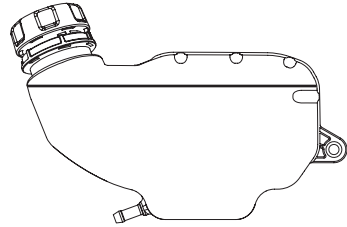

Рис. 9. Максимальный уровень топлива в топливном баке
Максимальный уровень топлива показан на Рис. 9.
3. Залейте бензин в топливный бак при помощи специальной емкости или воронки до уровня, показанного на Рис. 9.